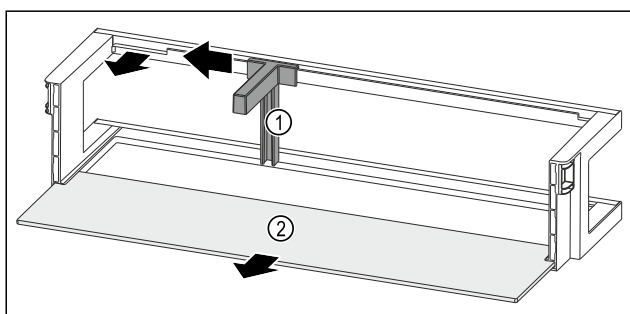

Fig. 65 Półka w drzwiach z uchwytem butelek i półką
- ▶ Przesunąć uchwyt butelek Fig. 65 (1) na bok do zagłębienia.
- ▶ Wyjąć uchwyt butelek Fig. 65 (1).
- ▶ Wyjąć półkę Fig. 65 (2).